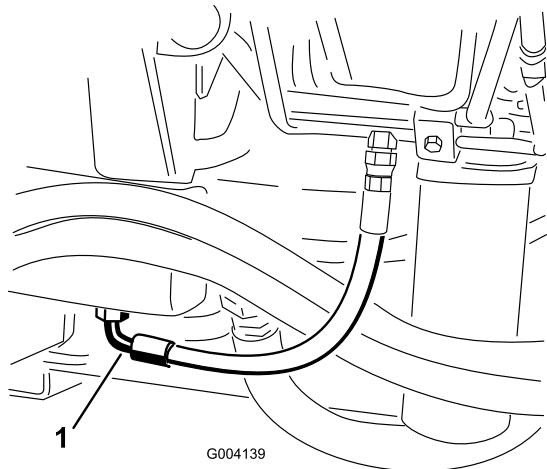

図 68
2. タンク図68の下についているフィッティングの下に、オイルを受ける大型の容器を置く。